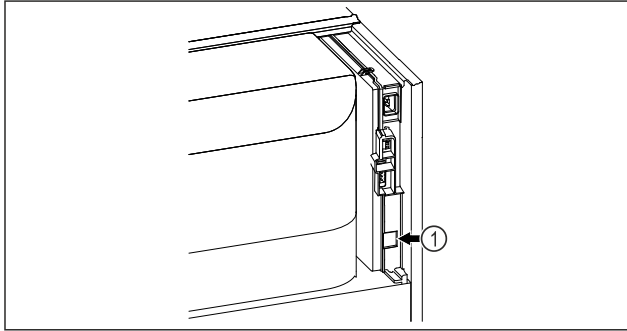

Fig. 61
- SmartModule Fig. 61 (1) je nasadený.